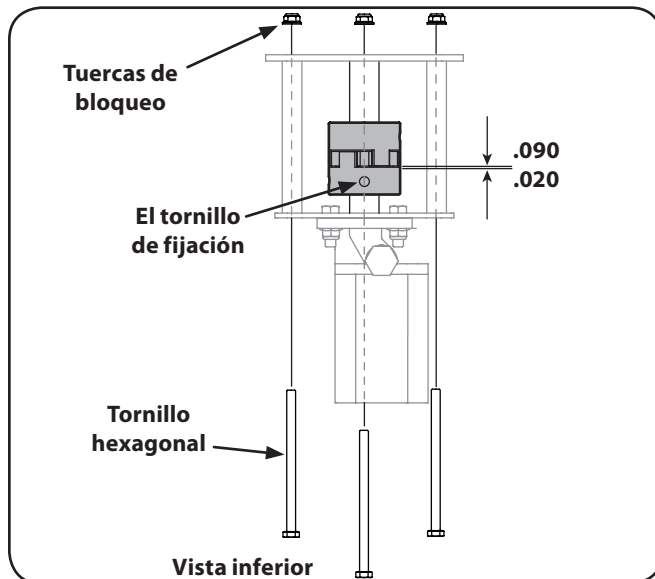

Figura 7-1
2. Retire los tres tuercas de la brida sujeción y los tornillos hexagonales que sujetan la bomba a la pantalla de acoplamiento. Dos tuercas de la brida y tornillos hexagonales se encuentran en las esquinas inferiores y uno está en la parte superior central. Vea la Figura 7-1.
11. Establezca .020" a .090" de una liquidación / brecha entre el nylon "araña" y el motor de la mitad del acoplamiento deslizando un calibrador entre el nylon "araña" y la mitad del acoplamiento del motor y mover el medio acoplamiento de la bomba según sea necesario. Instale el tornillo de fijación y el par de 78 pulgadas-libras para asegurar el acoplamiento mitad bomba. Vea la Figura 7-1.